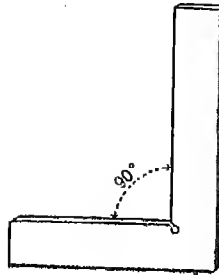

Fig. 7. — Equerre simple.
a) *Equerre simple à 90°* (fig. 7). Elle est faite de deux règles en fer, d'égale épaisseur, soudées à angle droit. Elle sert surtout, au cours de l'usinage, à la vérification des angles droits.